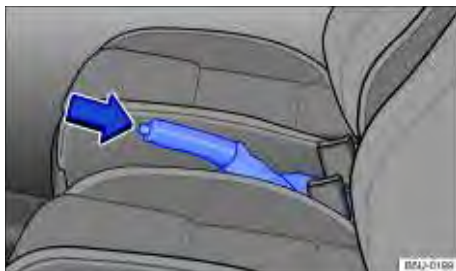

Fig. 108 Entre os bancos dianteiros: freio de estacionamento
- Puxar a alavanca do freio de estacionamento para cima com o botão bloqueador pressionado ⇒ Fig. 108 (seta).
- O freio de estacionamento está puxado, quando, com a ignição ligada, a luz de controle (E) no instrumento combinado está acesa ⇒ Página 160.
- Puxar a alavanca do freio de estacionamento um pouco para cima e pressionar o botão bloqueador ⇒ Fig. 108 (seta).